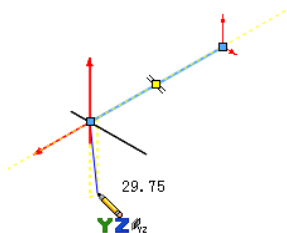
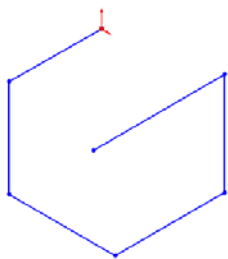

图 6-3 在 YZ 基准面绘制草图
图 6-4 绘制的三维草图
**05** 改变绘制的基准面。上一步是在 XY 的基准面上绘制直线,当继续绘制直线时,控标会显示出来。按 Tab 键会改变绘制的基准面,依次为 XY、YZ、ZX 基准面。图 6-3 所示为在 YZ 基准面上绘制的草图。按 Tab 键依次绘制其他基准面上的草图,绘制完的三维草图如图 6-4 所示。